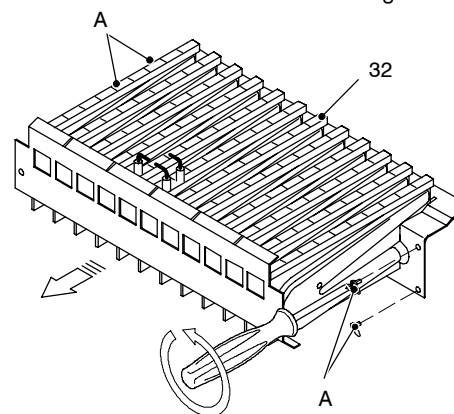

fig. 8.1
- Togliere il pannello anteriore della camera di combustione ed il bruciatore 32 in fig. 8.1